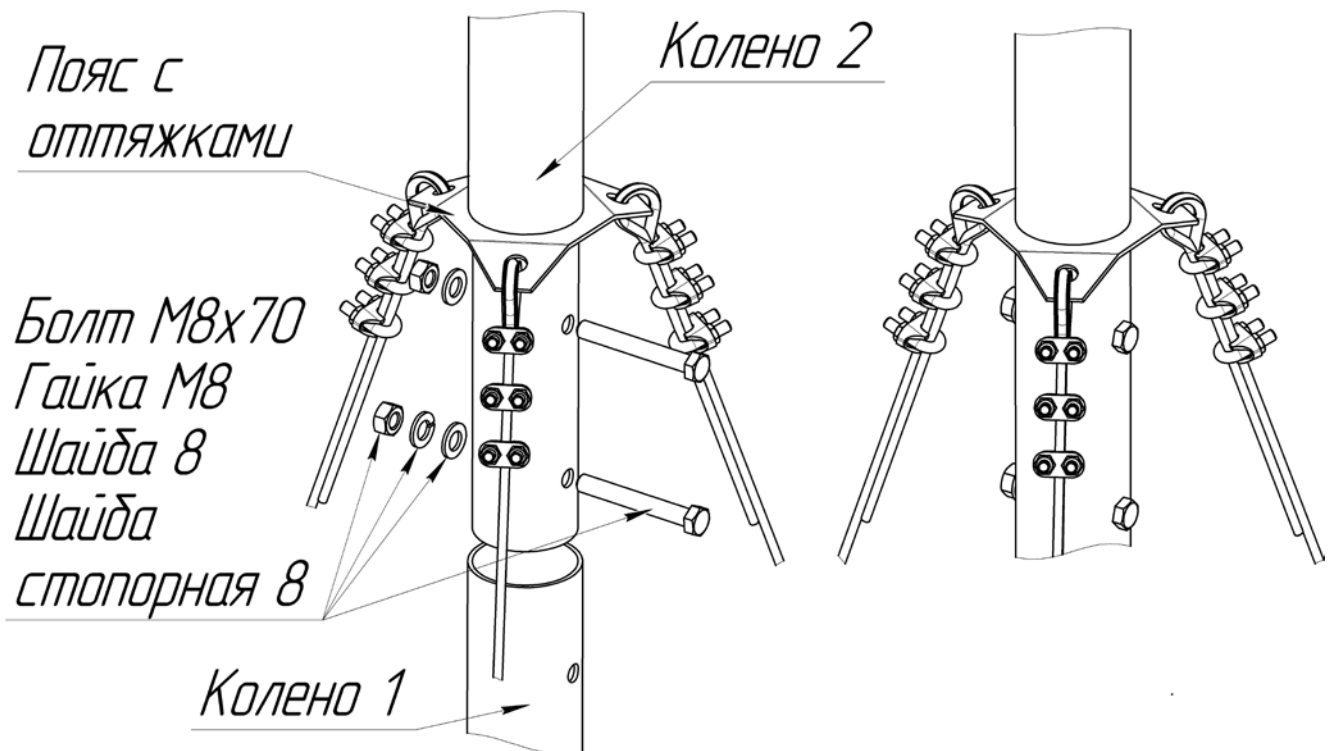

Рисунок 7 – Сборка колена 2 и колена 1
6.1.9 Надеть пояс с оттяжками на соединительную втулку колена 2 (рисунок 7).